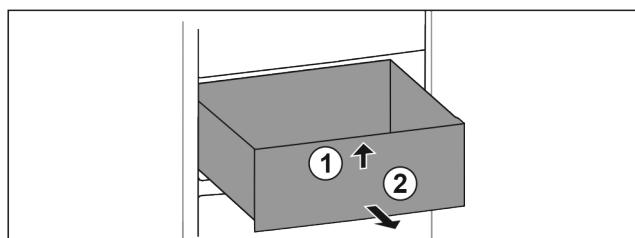

Fig. 19
- Nadzvedněte zásuvku vpředu. Fig. 19 (1)
- Vyjměte zásuvku dopředu. Fig. 19 (2)